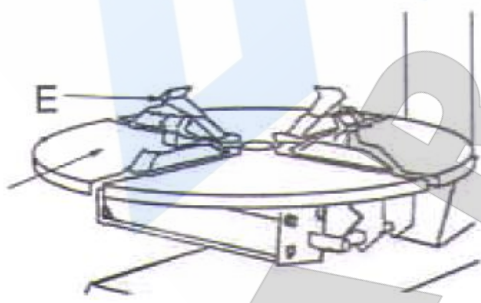

Рис. 7
- a. Очистить поворотный стол с помощью дизельного топлива во избежание появления грязи, смазать подвижные направляющие кулачковых зажимов (рис. 7).